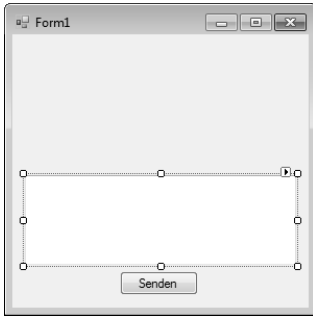

Abb. 5.34: Größe und Position der TextBox anpassen
11. Markieren Sie die TextBox und ändern Sie die Größe und Position ähnlich wie in Abb. 5.34 dargestellt. Die Größe der TextBox können Sie durch Ziehen mit der Maus an den weißen Kügelchen erreichen. Alternativ kann die Größe auch im Fenster *Eigenschaften* geändert werden.